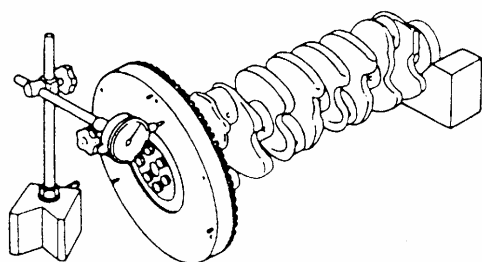

Рис. 4-130.
- 3). Как показано на Рис. 4-130, проверить люфт маховика с помощью микрометра.